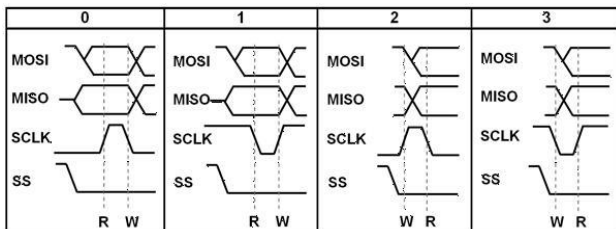

Рис. 2.3. Режимы передачи SPI
У SPI есть четыре режима передачи, которые основаны на комбинации «полярности» тактового сигнала (clock polarity, CPOL) и фазы синхронизации (clock phase, CPHA). Проще говоря, CPOL – это уровень на тактовой линии до начала и после окончания передачи: низкий (0) или высокий (1). А фаза определяет, на фронте или спаде тактового сигнала передавать биты (рис. 2.3):